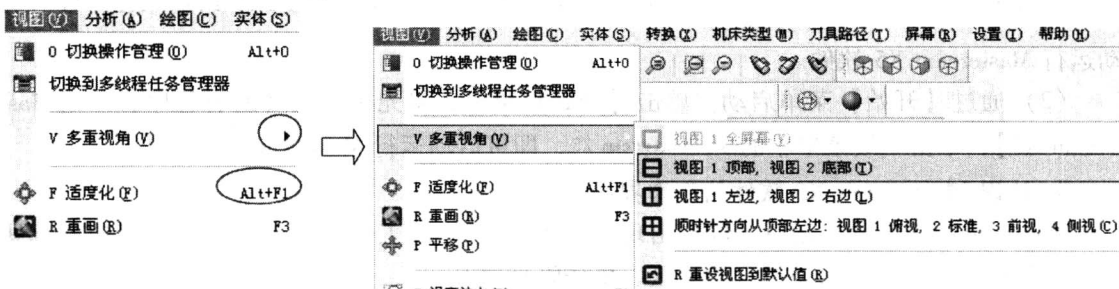

图 1-3 菜单栏的相关操作
2) 菜单命令的后面有向右的黑三角图标▶时，表示还有子菜单，光标移至此图标上将弹出子菜单，如图 1-3 所示。
3) 命令后跟有快捷键，如菜单栏【视图】中的【F 适度化 (F) Alt + F1】，表示按下快捷键 <Alt + F1>，即可使当前图形最大化显示在绘图区中。